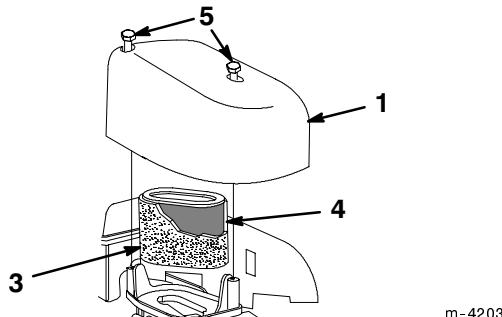

Figure 19
3. Retirer les vis de fixation du couvercle du filtre à air (Fig. 19).
4. Déposer le couvercle et le nettoyer soigneusement (Fig. 19).
6. Laver le préfiltre à l'eau avec un détergent doux, puis le tamponner pour le sécher (Fig. 19).
7. Retirer le filtre en papier et le jeter (Fig. 19).
8. Remonter le préfiltre en mousse soit dans le couvercle, soit sur un filtre en papier neuf, selon le modèle (Fig. 19).
9. Mettre en place le nouveau filtre en papier (Fig. 19).
10. Fermer le couvercle et le fixer (Fig. 19).